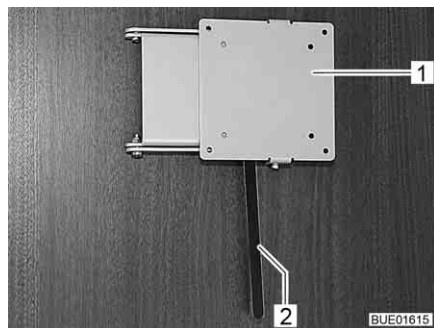

Fig. 63 Soporte con palanca de desbloqueo
- Empujar la palanca de desbloqueo (Fig. 63,2) hacia el lado y girar el soporte (Fig. 63,1) junto con la pantalla plana a la posición deseada.
- Girar la pantalla plana hacia la posición inicial hasta que el soporte (Fig. 63,1) engatille en el bloqueo.